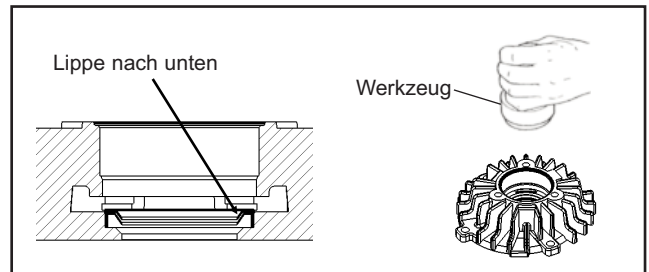

Abb. 18
1. Zunächst das Blech (1) mit der Vorderseite nach unten auf eine ebene, saubere Fläche legen. Darauf achten, dass es nicht zerkratzt oder beschädigt wird.
2. Mit einem ausreichend dimensionierten Werkzeug einen neuen Abstreifer mit der Lippe nach unten dem Rotor gegenüber ganz tief einlegen ; siehe Abb. 18.